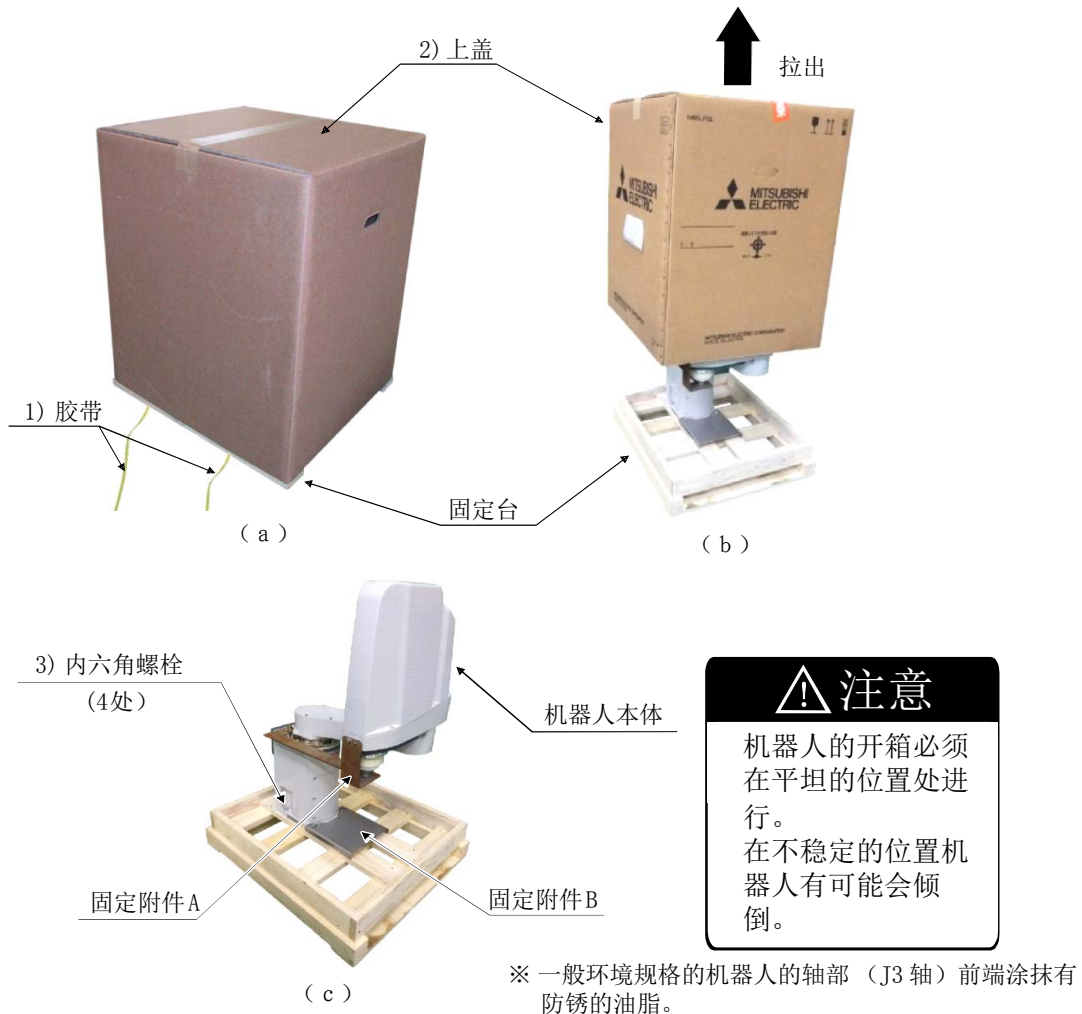

图 2-1：机器人本体的开箱（RH-3FRH/6FRH/12FRH/20FRH 系列）
应参阅图 2-1 进行开箱并按照“2.2.2 搬运要领”进行处理。
- 1) 使用小刀等切开用于固定上盖 2) 的胶带 1)。(图 2-1 的 (a))
- 2) 双手夹住上盖 2) 向上拉出。(图 2-1 的 (b))
- 3) 拆下固定机器人的内六角螺栓 3) (4 个)。(图 2-1 的 (c))